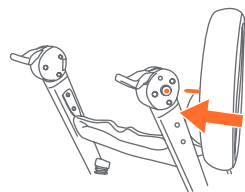

Fig. 2a
- 2) • Penchez la poussette vers l'avant et insérez le crochet des roues arrière dans le moyeu du cadre arrière jusqu'à ce qu'elles s'enclenchent en bonne position (Fig. 2a). **REMARQUE :** Tirez sur la roue arrière afin de vous assurer qu'elle est solidement fixée à la poussette.